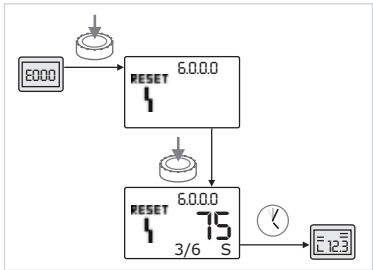

Рис. 47: Квитирование ошибки типа В
- Если текущая частота возникновения ошибки меньше, чем максимальная частота возникновения ошибки (рис. 47):